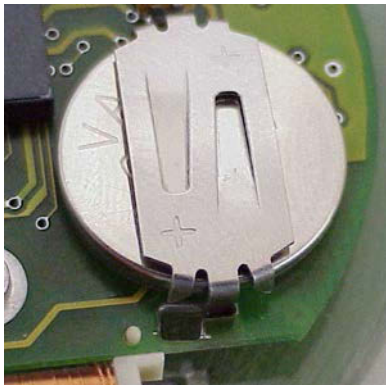

Bild 3
6. Die Batteriebügel wieder vorsichtig in die Platine einhaken (Bild 3).